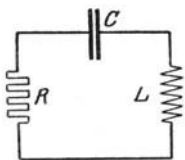

Abb. 24.
1. **Eigenschwingungen.** Führt man einem aus dem Kondensator mit der Kapazität  $C$  (Farad), der Spule mit der Selbstinduktivität  $L$  (Henry) und dem — unvermeidlichen — Widerstand  $R$  (Ohm) bestehenden Kreis (Abb. 24) Energie zu, so pendelt sie zwischen  $C$  und  $L$  hin und her, indem sie bald  $C$  aufladet und ein elektrisches Feld bildet, bald um  $L$  ein Magnetfeld aufbaut. Bei jedem Hin-
**4. Erzwungene Schwingungen.** Führt man einem aus  $C$ ,  $L$  und  $R$  (Abb. 24) bestehenden Gebilde, das zu Eigenschwingungen fähig ist, von außen her Wechselstrom zu, so bezeichnet man letzteren als „erzwungene“ Schwingung; ihre Konstanten seien  $f$  bzw.  $T$  bzw.  $\omega$ , ohne besondere Kennung. Diese Schwin-